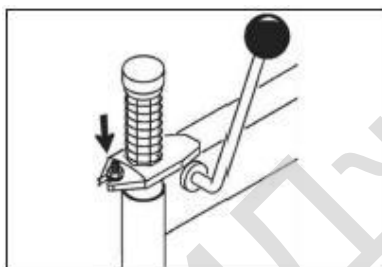

Рисунок 17
- Проверьте работу зажимного механизма штанги, при необходимости отрегулируйте зажимной механизм в соответствии с (Рис.17).